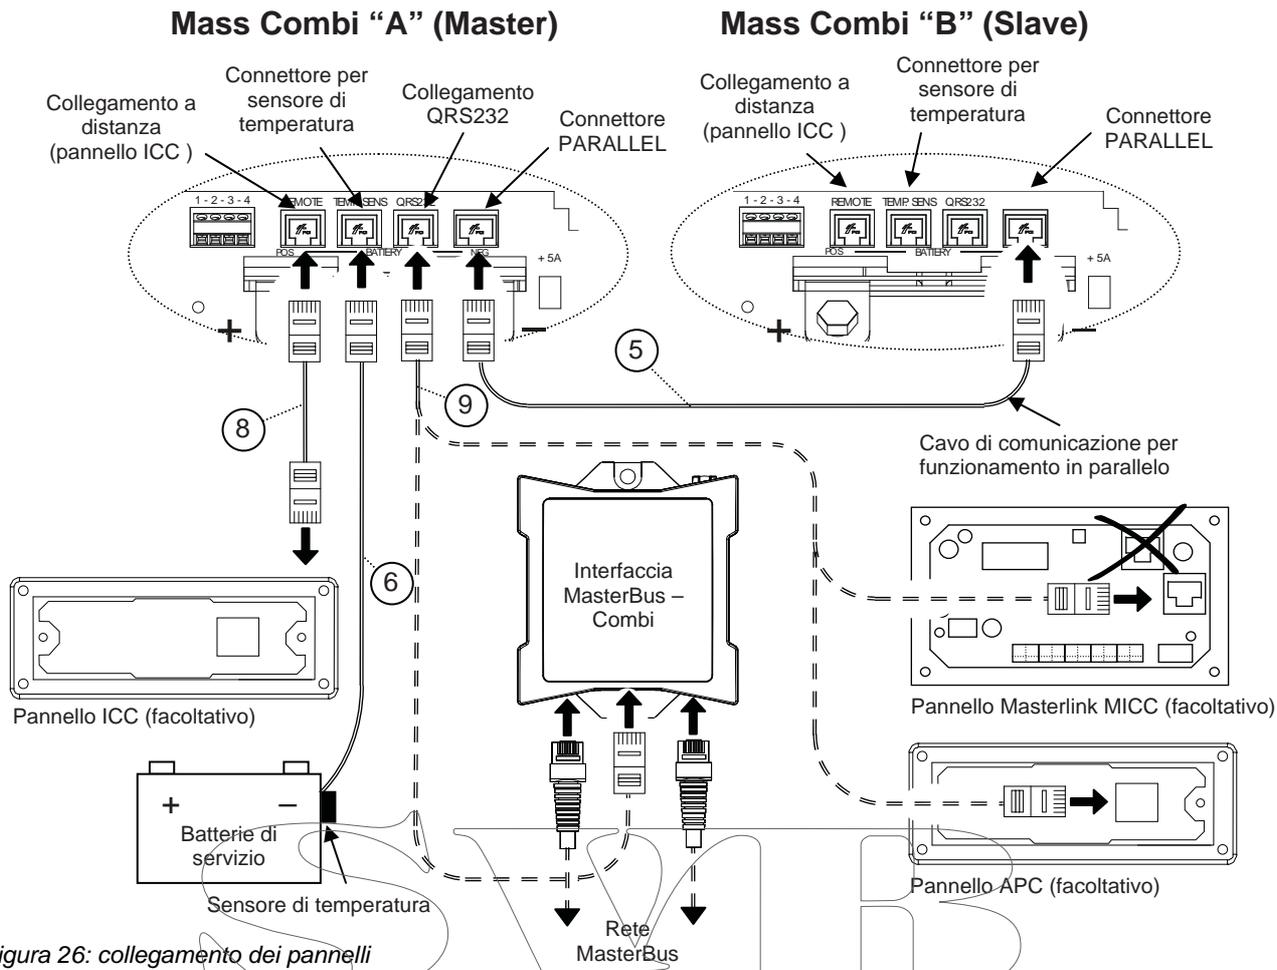
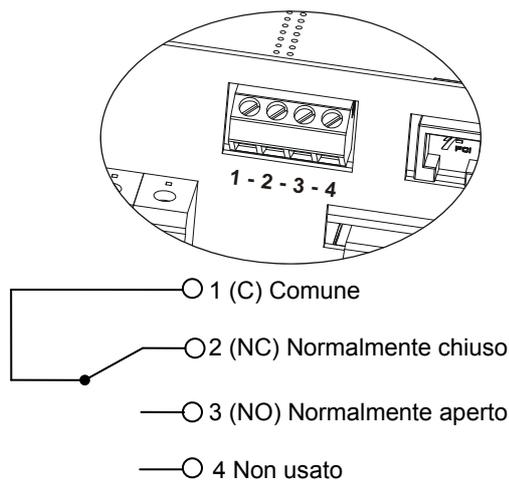

Figura 26: collegamento dei pannelli di controllo a distanza, dei sensori di temperatura e del cavo di comunicazione per funzionamento in parallelo
Figura 27: contatti di allarme
- 2 Vedere il riferimento ②. Collegare l'uscita CA POWER del Mass Combi "A" al gruppo di distribuzione dell'energia.
- 3 Vedere il riferimento ③. Collegare le uscite CA "SHORT BREAK" dei Mass Combi "A" e "B" alla distribuzione SHORT BREAK. Attenzione a non scambiare i fili L, N e PE / GND.
- 4 Vedere il riferimento ④. Far passare i cavi CC tra la distribuzione CC e ciascun Mass Combi. Collegare il cavo rosso alla connessione positiva (+) e il cavo nero alla connessione negativa (-). Non installare i fusibili CC della distribuzione CC prima di aver completato tutta l'installazione (vedere il capitolo 7).
- 5 Vedere la figura 26, riferimento ⑤. Far passare il cavo di comunicazione modulare a 8 poli tra il Mass Combi "A" e il Mass Combi "B". Collegare questo cavo ai connettori "PARALLEL"
- 6 Vedere il riferimento ⑥. Applicare il sensore di temperatura alla batteria facendo passare il cavo all'interno del Mass Combi "A" e collegare il connettore RJ12 al connettore "TEMP.SENS" (collegamenti data bus).
- 1 Vedere la figura 26, riferimento ⑧. Se si desidera installare il pannello di controllo a distanza ICC, far passare il cavo di comunicazione tra il Mass Combi A e il pannello. Collegare il connettore RJ12 all'ingresso "REMOTE" (collegamenti data bus) del Mass Combi A.
- 2 L'interfaccia MasterBus - Combi o i pannelli diversi dal pannello di controllo a distanza ICC vanno collegati alla connessione "QRS232"; riferimento ⑨. Per istruzioni dettagliate consultare il manuale d'installazione pertinente.
- 3 Vedere la figura 27. Il contatto di allarme viene commutato su "Normalmente aperto" in caso di